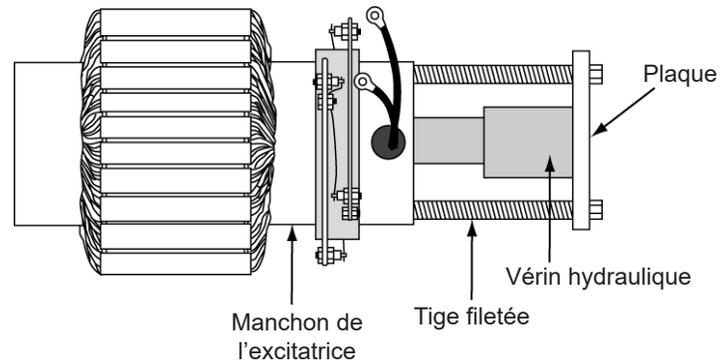

Figure 25 Tirage de l'induit
5. Tirez sur l'enduit pour le dégager de l'arbre du générateur. Si vous ne pouvez pas retirer l'excitatrice manuellement, utilisez un vérin hydraulique (voir la Figure 25).